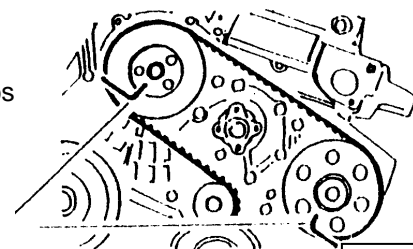

Fig.4
- 6/. Reinserte el Pasador de Calibración No.6 en el volante del motor, y entonces podrán insertarse bien los Pasadores 2 y 3. Véase la Fig.4.